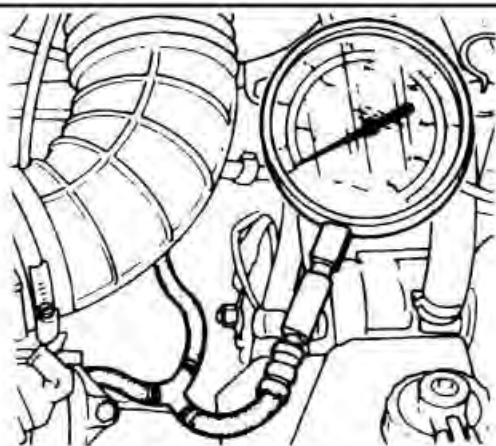

Рис. 2-9. Присоединение манометра для проверки давления топлива
- Присоединить манометр к линии подачи топлива перед регулятором давления, как показано на рис. 2-9.